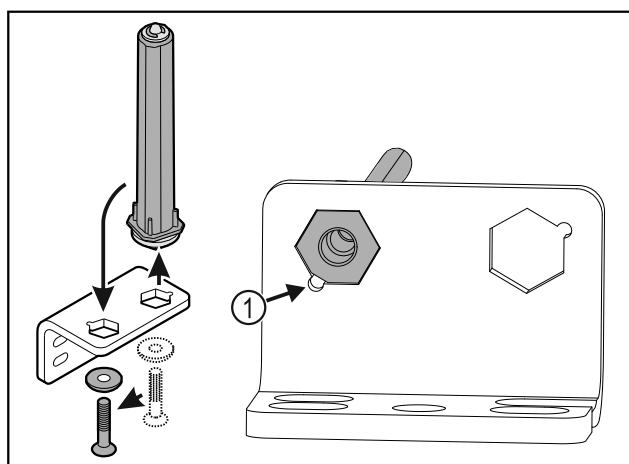

Fig. 38
- Zwrócić uwagę, aby podczas wkładania ścięcie sworznia Fig. 38 (1) było skierowane na okrągły otwór.